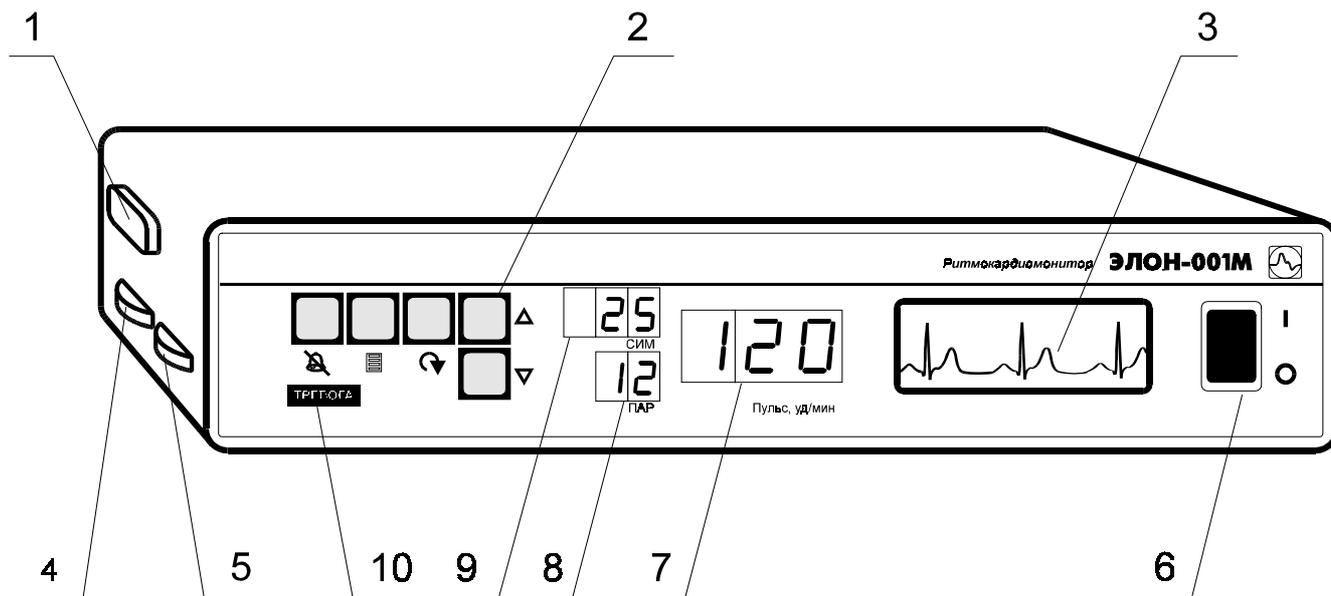

Рисунок 2 - Общий вид прибора
На передней панели прибора расположены (рис. 2):
- 9.7. Вилку кабеля электродов вставить в гнездо поз. 1 (рис. 2).
- 10.1. Питание прибора включается переключателем 6 (Рис. 2). Положение “I” соответствует включенному состоянию, положение “O” - выключенному.
- 10.2. Вращением регулятора поз. 4 (рис. 2) следует установить оптимальную контрастность и яркость дисплея.
- 10.4. На цифровом дисплее отображаются значения ЧСС, (поз. 7 рис 2), СИМ (поз. 9 рис. 2) и ПАР (поз. 8 рис 2).
10.8. Прибор подает короткий звуковой сигнал на каждый R-зубец электрокардиограммы. Желаемую громкость этого сигнала, а также тревожной сигнализации, можно установить регулятором поз. 5 (рис. 2).
10.9.7. При достижении вычисленным значением частоты пульса одного из установленных значений порога происходит срабатывание сигнализации. При этом прибор подает прерывистый звуковой сигнал, цифры значения ЧСС на цифровом дисплее начинают мерцать и загорается табло "ТРЕВОГА" (поз. 10 Рис. 2).
Для запуска печати необходимо нажать кнопку “”, после чего прибор начинает передавать данные на принтер, что индицируется появлением светящейся точки на цифровом дисплее 8 (рис. 2). После окончания печати индикатор исчезает с дисплея. При переводе прибора в режим установки порогов сигнализации процесс печати прерывается и вновь возобновляется при возвращении в рабочий режим. Повторный запуск печати возможен только после окончания печати предыдущего фрагмента (при отсутствии индикации режима печати). Следует отметить, что обычно принтер имеет внутренний буфер для накопления передаваемых данных, поэтому при приостановке или окончании прибором процесса печати принтер может еще некоторое время печатать.